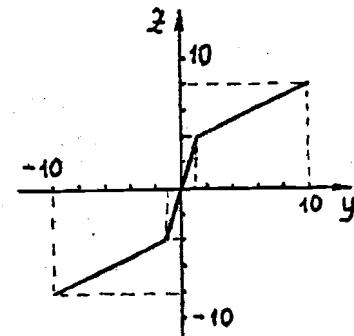

Рис.8
9. Постройте характеристику $y = F(u)$ для системы с обратной связью (рис.8). Нелинейность $y = N(x)$ задана графиком рис. I при $U_1 = 0$, $U_2 = 5$, $U_3 = 5$. $K = I; 2; 5$. Проверьте результаты моделированием.